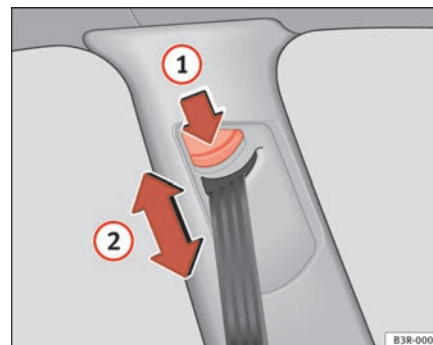

Fig. 16 Regolazione in altezza delle cinture: cerniera di rinvio
- Premere il tasto ⇒ fig. 16 ① per la regolazione dell'altezza della cintura.
- Spostare la cerniera di rinvio verso l'alto o verso il basso in modo che il tratto diagonale passi approssimativamente sul centro della spalla e comunque **mai sul collo** ⇒ fig. 16 ②, ⇒ ⚠ in “Posizione della cintura di sicurezza” a pag. 25.